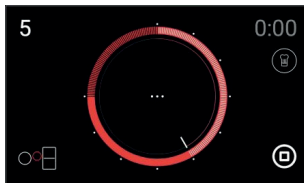
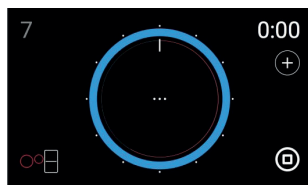
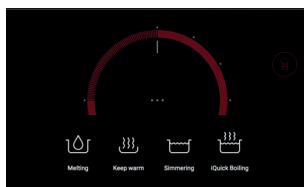

fig. 5
fig. 6
fig. 8
- 1 Selezionare l'area in cui si desidera cucinare premendo un punto qualsiasi della stessa. Il contorno dell'area si illumina in rosso. Una volta selezionata l'area, si passa automaticamente alla schermata "selezione della potenza" (fig. 5).
- 2 Facendo scorrere il dito sull'anello di potenza, oppure toccando un punto qualsiasi dello stesso, è possibile selezionare un livello di potenza compreso tra "0" e "9", oppure la funzione "Power" (ultimo quadrante dell'anello di potenza). Una volta selezionato il livello di potenza, questo verrà visualizzato nella parte superiore sinistra dello schermo (fig. 5).
Dalla schermata "selezione della potenza" (fig. 5), per spegnere un'area di cottura, far scorrere il dito sull'anello di potenza fino ad arrivare a "0", oppure premere l'icona di spegnimento dell'area .
- 1 Premere l'icona 0:00 (fig. 5). L'anello di potenza diventa azzurro, ad indicare che la funzione è disponibile. All'interno dello stesso appare automaticamente un cerchio rosso, più sottile, indicante la potenza selezionata (fig. 6).
Per modificare le impostazioni di potenza, premere il livello di potenza indicato nella parte superiore sinistra dello schermo (fig. 6).
- 2 Premere l'icona 0:00 (fig. 5) e, subito dopo, far scorrere il dito sull'anello del timer per modificarlo.
- 2 Premere l'icona 0:00 (fig. 5) e, subito dopo, far scorrere il dito sull'anello di tempo e portarlo su 00:00. L'orologio viene azzerato.
Sulla schermata "selezione della potenza" (fig. 5), si trova l'icona iCooking , che dispone di funzioni speciali (fig. 8) di aiuto cottura.
Per attivarla, selezionare una piastra e premere l'icona "iCooking" . A questo punto l'icona si illumina in rosso. Premendo l'icona "Keep Warm"  (fig. 8), questa diventa rossa a sua volta. Una volta attivata la funzione appare il simbolo  al centro della zona di cottura dell'area selezionata.
Per attivarla, selezionare una piastra e premere l'icona iCooking . A questo punto l'icona si illumina in rosso. Premere l'icona della funzione "iQuickBoiling"  (fig. 8), questa diventa rossa a sua volta. Quando la funzione è attiva, appare il simbolo  al centro della zona di cottura dell'area selezionata.
Per attivarla, selezionare una piastra e premere l'icona iCooking . A questo punto l'icona si illumina in rosso. Premere l'icona "Melting"  (fig. 8), questa diventa rossa a sua volta. Una volta attivata la funzione appare il simbolo  al centro della zona di cottura dell'area selezionata.
Per attivarla, selezionare una piastra e premere l'icona iCooking . A questo punto l'icona si illumina in rosso. Premere l'icona "Simmering"  (fig. 8), questa diventa rossa a sua volta. Una volta attivata la funzione appare il simbolo  al centro della zona di cottura dell'area selezionata.